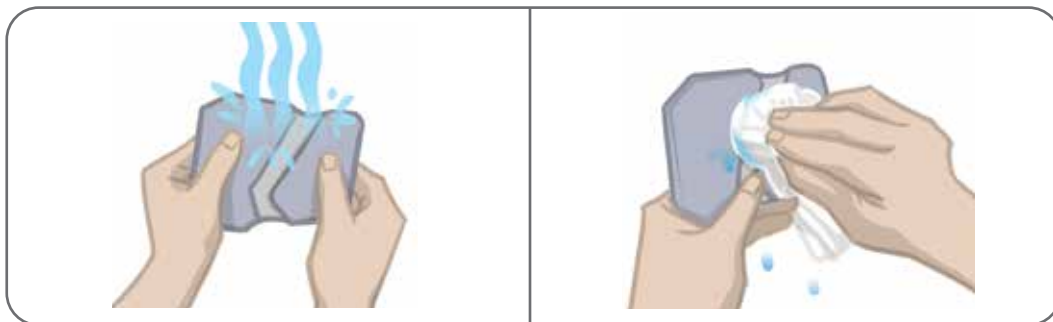

Figura 6-3: Umezirea electrodului și îndepărtarea excesului de apă
3. Umeziți cu apă întregul electrod cu fixare rapidă. Consultați Figura 6-3.
4. Îndepărtați excesul de apă de pe electrodul cu fixare rapidă folosind o cârpă. Consultați Figura 6-3.